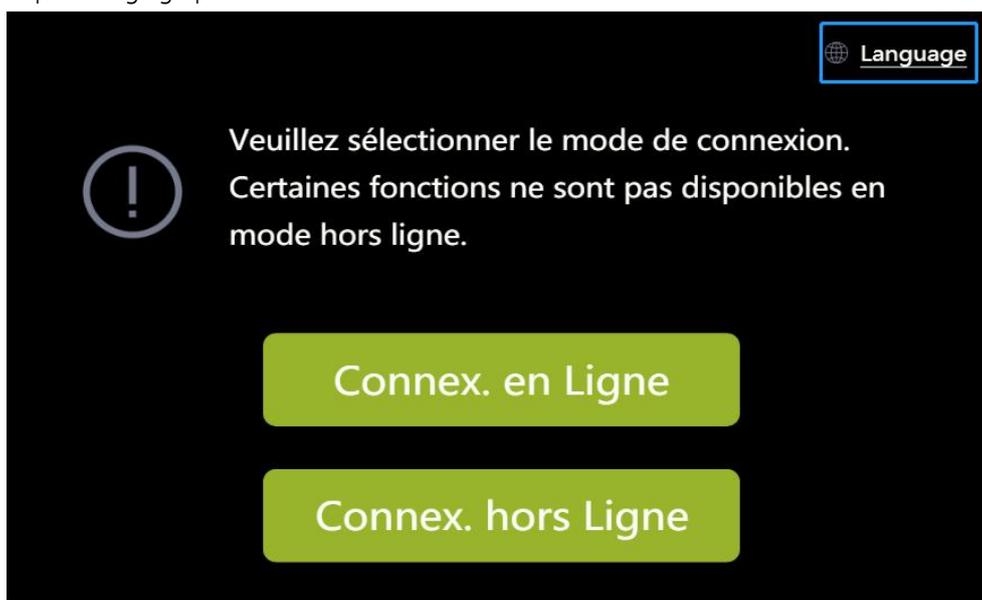
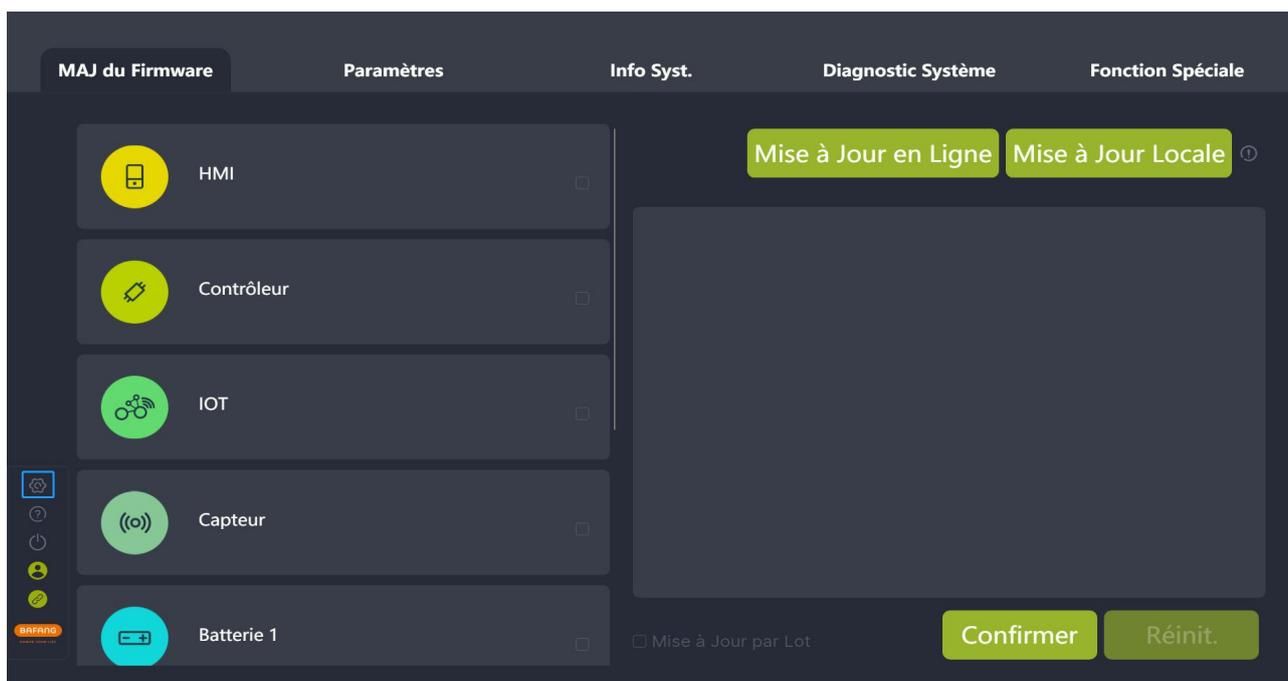

Fig. 9-1 Langue
Fig. 9-2 Langue
- (1) Définissez la langue dans le coin droit de l'interface de Connexion (Fig. 9-1) ou cliquez sur "Paramètres" sur l'interface gauche (Fig. 9-2).
- (2) Sélectionnez la langue souhaitée dans la liste déroulante.
- (3) Cliquez sur "Redémarrer" pour redémarrer le logiciel et le réglage prendra effet.
- (4) **Conseil** : Pour la version MAC, cliquez sur "Fermer" et redémarrez le logiciel manuellement pour que le réglage prenne effet.